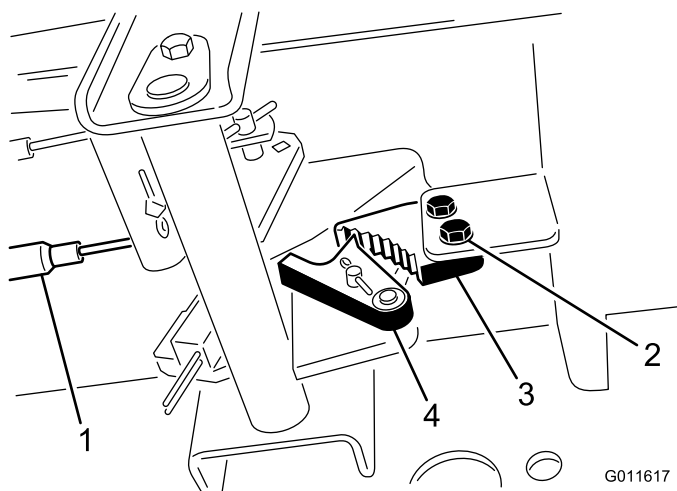

図 73
1. 駐車ブレーキのツメをフレームに固定しているネジ2本をゆるめる（図 73）。
2. ブレーキのツメが戻り止めに完全に掛かるまで駐車ブレーキペダルを前に踏み込む(図 73)。